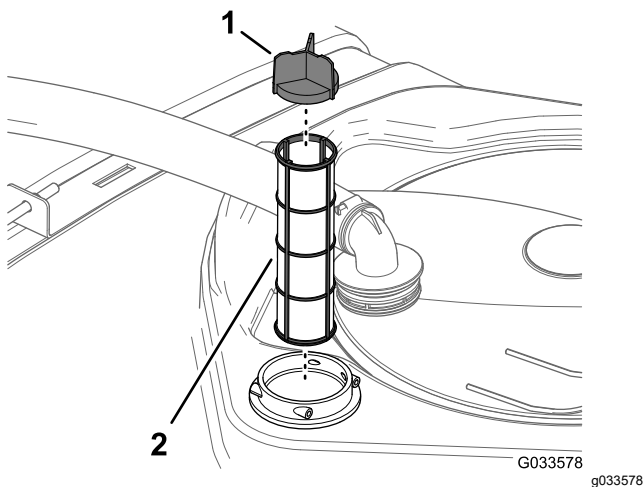

Figura 89
4. Retire el filtro de aspiración del alojamiento del filtro del depósito (Figura 89).